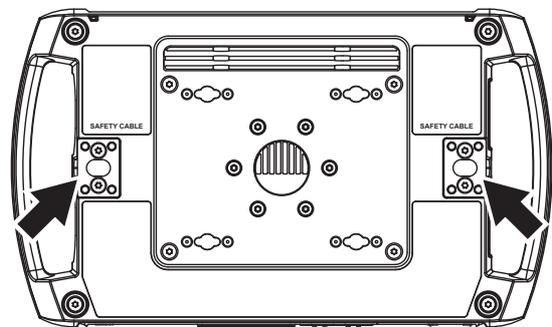

Bild 6: Ankerpunkte des Sicherungsseils
5. Siehe Bild 6. Montieren Sie ein zugelassenes Sicherungsseil, das für das Gewicht des Geräts ausgelegt ist. Führen Sie das Sicherungsseil durch den Ankerpunkt an der Basis des Geräts (Pfeil) und durch einen sicheren, zweiten Ankerpunkt. Das Gerät muss zuverlässig gehalten werden, wenn die primären Anschlagmittel versagen. Halten Sie das Sicherungsseil so kurz wie möglich.